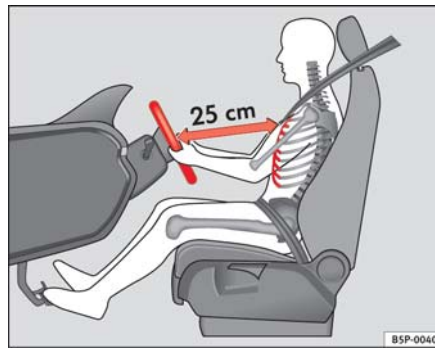

Fig. 119 Posición correcta del conductor
- Ajuste el volante hasta alcanzar la posición deseada ⇒ **fig. 119**.
- Ajuste el asiento del conductor o el volante de modo que quede una distancia mínima de 25 cm entre el volante y el tórax ⇒ **fig. 119**. ¡Si no respeta